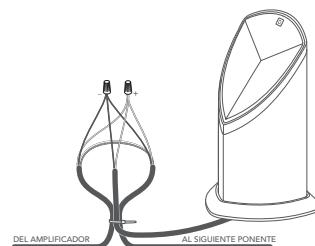

Figura 6
- Corte los dos cables correctos para el altavoz izquierdo o derecho (consulte las tablas a continuación) y pele 3/4 de pulgada de aislamiento en los extremos expuestos de los cables de entierro; a continuación, pele 3/4 de pulgada de aislamiento de los extremos del cable flexible del altavoz correspondiente (ver figura 6).
- Cree un bucle de aproximadamente 10 pulgadas y utilice una brida de alambre para sujetar el bucle de alambre y el cable flexible del altavoz para proporcionar alivio de tensión, como se muestra en la figura 6.